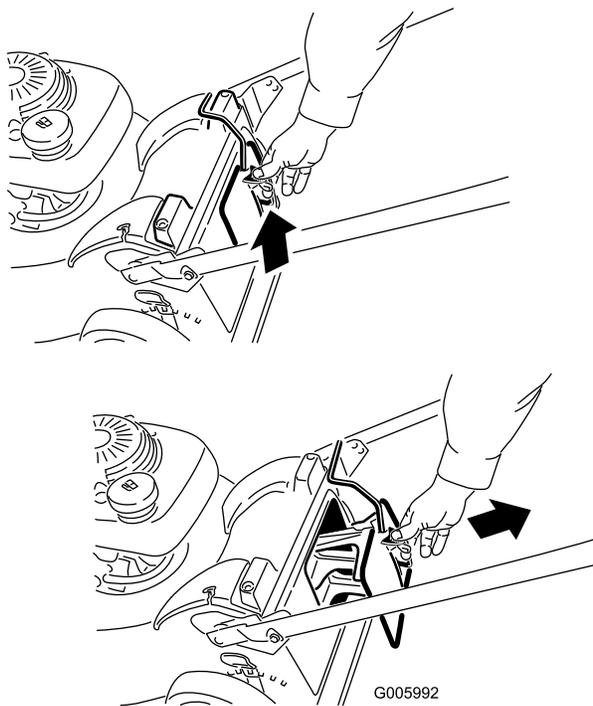

Figura 26
1. Retire el tapón de descarga (Figura 26).